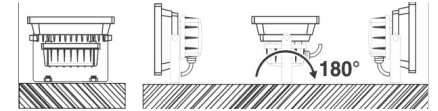

Рис. 4 Схема установки прожектора с углом поворота 180°
- 6.2 Необходимо прочно закрепить кронштейн прожектора на поверхности при помощи крепежных элементов (рис. 4).